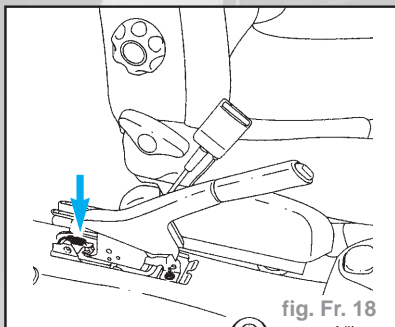

fig. Fr. 18
- Dans l'habitacle, déposer les deux écrous de fixation du frein à main et débrancher le connecteur (fig. Fr. 18).